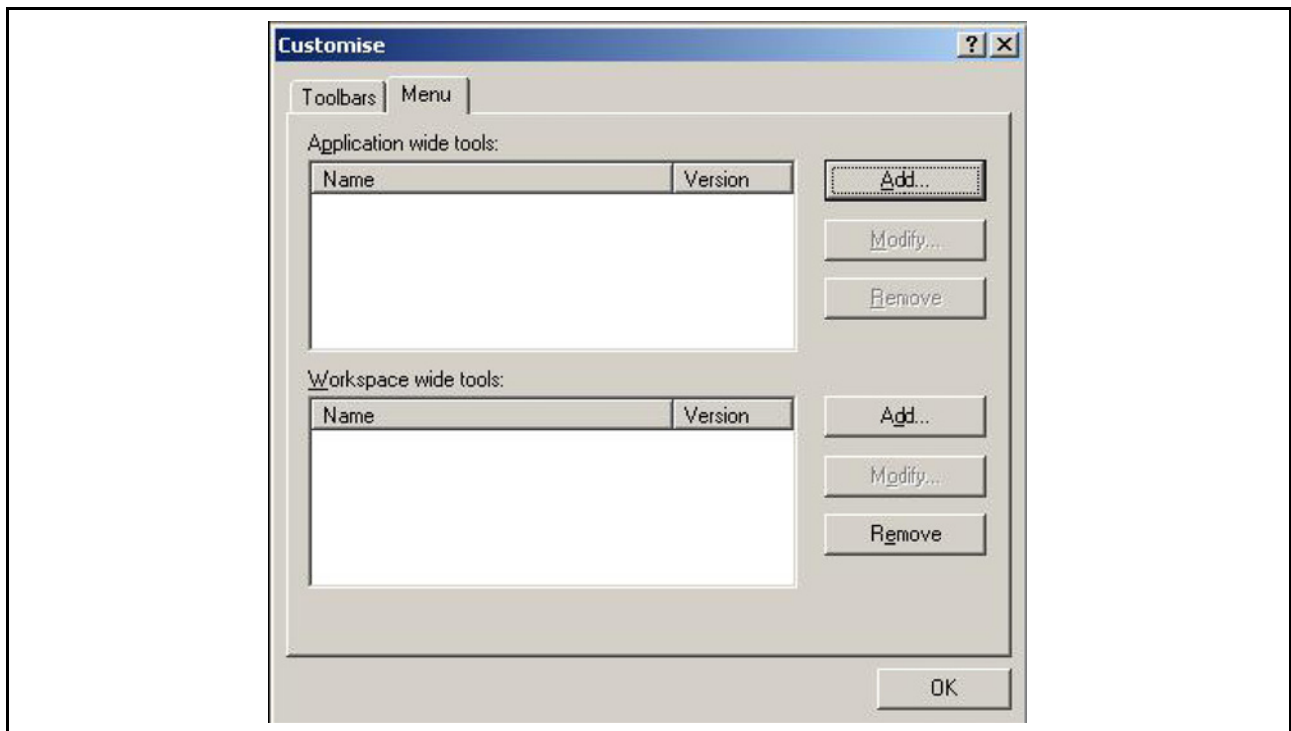

图 8.19 自定义对话框 (菜单选项卡)
1. 选择 [Tools → Customise...], 显示如图 8.19 所示的对话框。然后选择 “Menu” 选项卡。